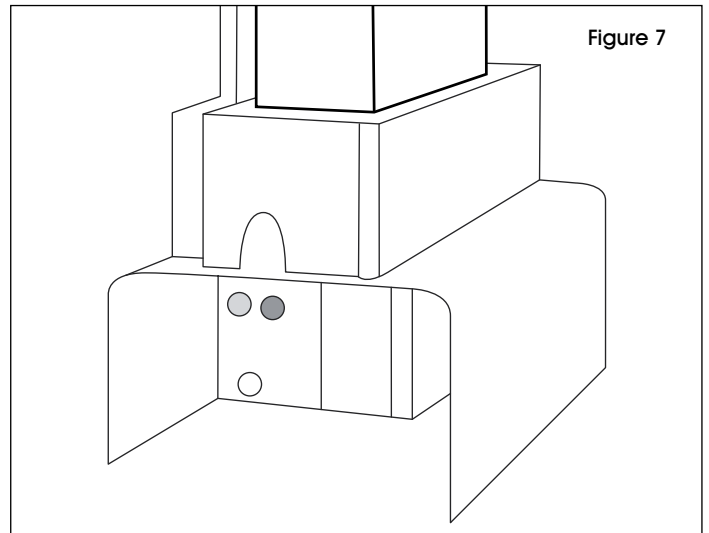

Figure 7
3. Le voyant de charge s'allume. (Voir Figure 7)